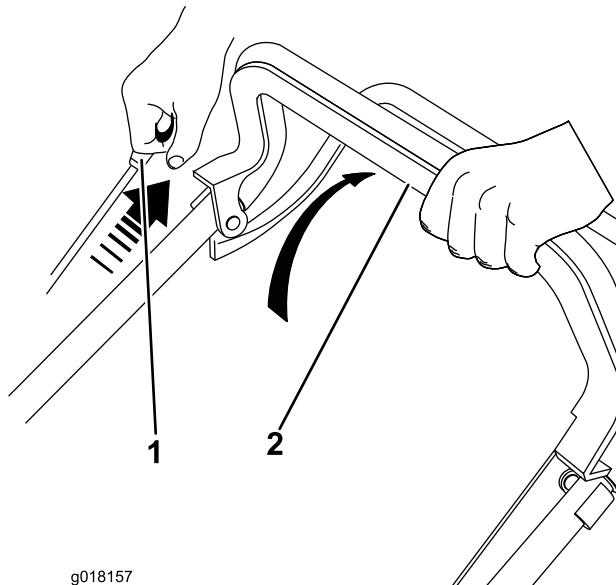

Figura 12
- Mantenha a barra de controlo da lâmina encostada à pega (Figura 12).
- Puxe o manípulo do arrancador de retrocesso (Figura 12).